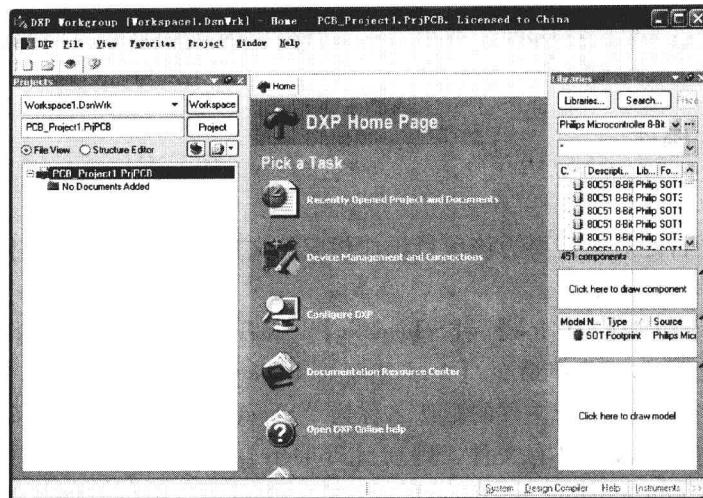

图 1-8 新建一个项目
运行 Protel DXP 2004，执行菜单命令【File】→【New】→【Project】→【PCB Project】，由此创建一个新的 PCB 项目。在创建一个新的 PCB 项目的同时，系统会自动弹出【Projects】工作面板，并以一个默认名为“PCB\_Project1. PrjPCB”的项目出现在【Projects】工作面板上，如图 1-8 所示。
**注意：**图 1-8 中新建的项目是一个空项目，即该项目下目前没有添加任何文件。当一个项目添加文件后，此时会在该项目后出现“\*”号以及红色U符号，如图 1-11 所示，这些都表示该项目已经被修改且尚未保存。同样，当一个文件被修改后，在该文件名称的后面，也会出现相同的提示，表示此文件已经被修改且尚未保存。